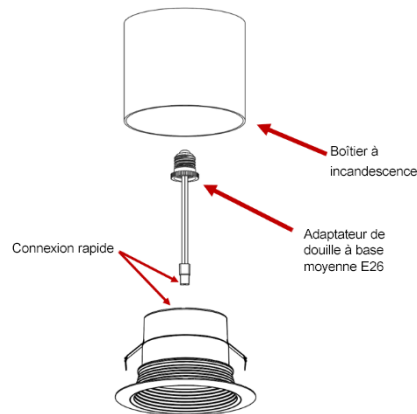

Figure 5
- I. **Installation dans des boîtiers existants avec des douilles à base moyenne :** Visser l'adaptateur de douille à base moyenne dans la douille du boîtier encastré. Brancher le connecteur de l'adaptateur dans le connecteur orange correspondant situé en haut de la garniture du module. Pousser fermement pour vérifier que les connecteurs sont bien fixés (voir figure 5). **NE PAS LAISSER LE MODULE PENDRE SANS SUPPORT PAR LE CONNECTEUR RAPIDE ORANGE!**